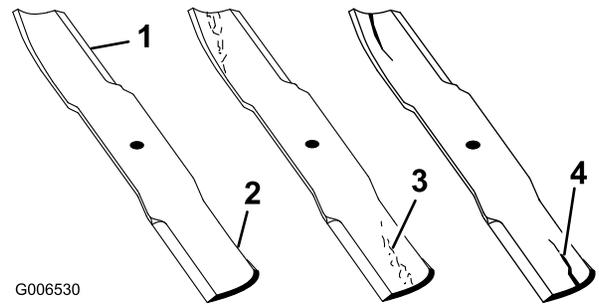

Figure 47
1. Examinez le tranchant des lames (Figure 47). Si elles ne sont pas tranchantes ou si elles présentent des indentations, déposez et affûtez les lames (voir Affûtage des lames).
2. Inspectez les lames, surtout la partie relevée (Figure 47). Remplacez immédiatement toute lame endommagée, usée ou qui présente une entaille (repère 3 de la Figure 47).